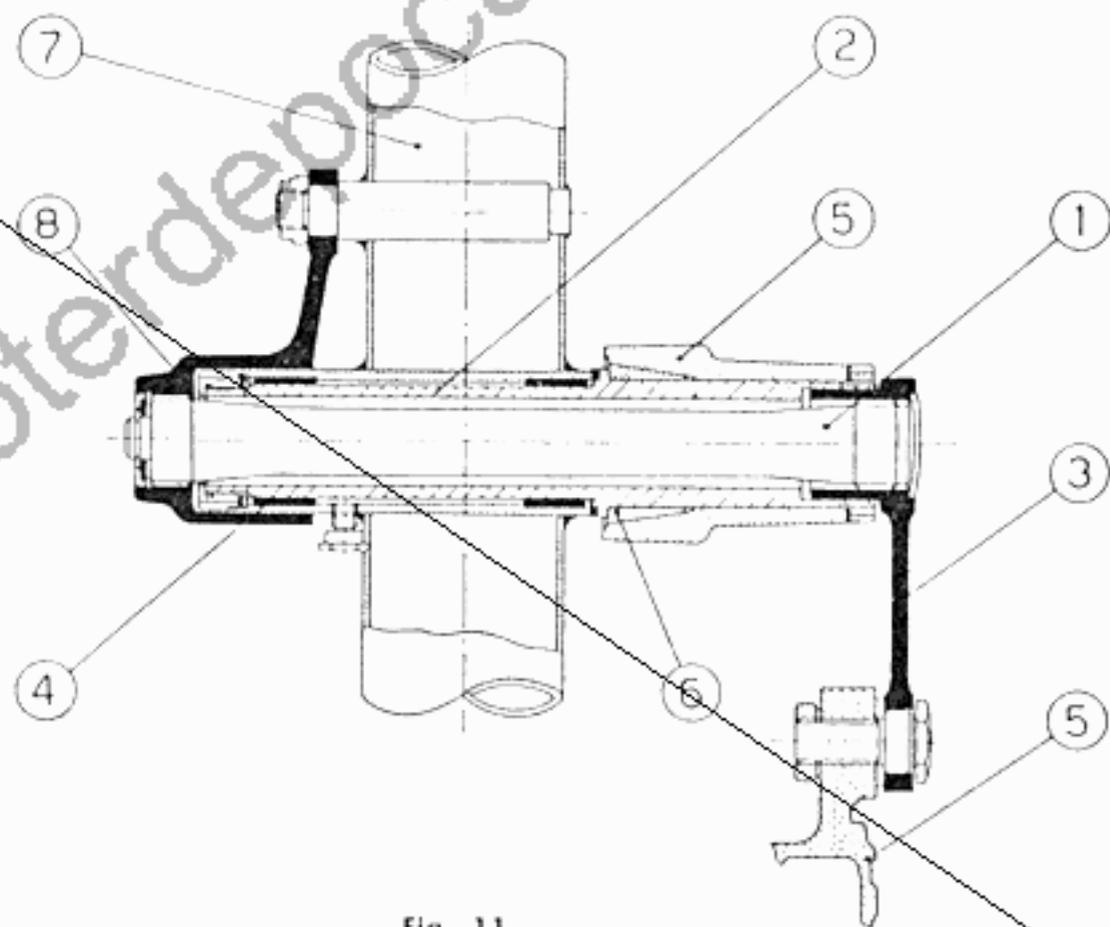

Fig. 11
Trasversalmente alla trave principale del telaio (7), vedi fig. 11, è saldato un canotto entro il quale sono collocate due bussole (4) in bronzo speciale.